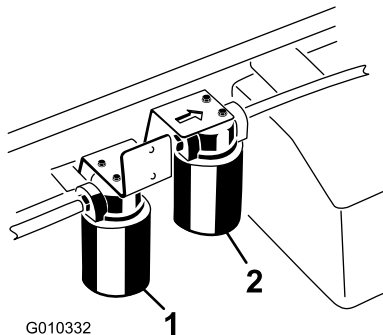

Bild 72
5. Stellen Sie eine Auffangwanne unter den Filter und entfernen den Filter (Bild 72).
4. Reinigen Sie den Anbaubereich des Hochflussfilters (Bild 72).